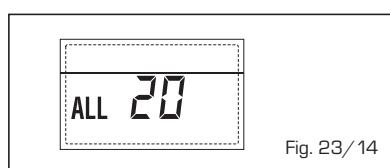

Fig. 23/14
- **ANOMALIA AVARIA SONDA IMPULSÃO PRIMEIRA ZONA MISTURADA "ALL 21" (fig. 23/15)**